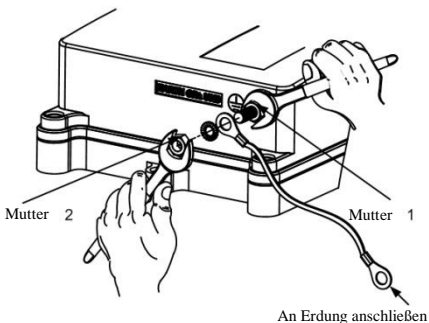

Abbildung 2
- Schließen Sie die Gehäuse – Erdverbindung an den Masseanschluss des Arbeitsbereichs an. – wie in Abbildung 2 gezeigt.